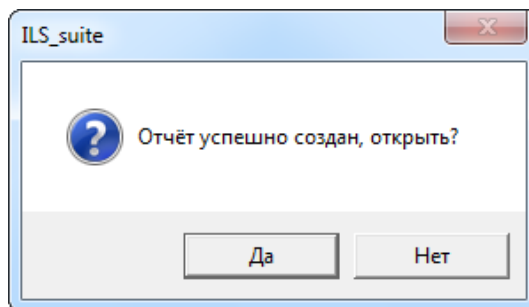

Рис. 10-159 – Сообщение о завершении сохранения отчета в файл
3) В стандартном окне «Сохранить как» указать путь и имя файла для сохранения (рис. 10-159). По умолчанию предлагается имя файла «Перечень опционов.csv», при необходимости изменить его. Формат сохраняемого файла CSV (Comma Separated Values) – текстовый файл с данными, где значения разделяются запятой. Эти файлы умеет читать программа MS Excel и преобразовывать в электронные таблицы.